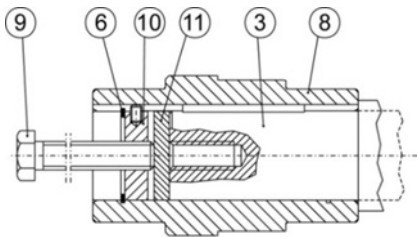
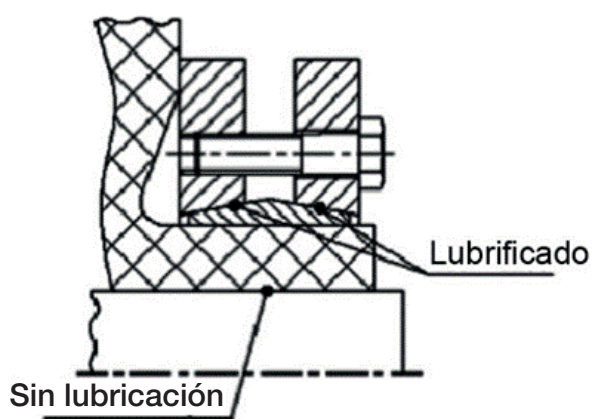

Figura 6 - Desmontaje del eje del cliente con o sin el tope de contacto
Figura 8 - Lubricación de las superficies cónicas
- Suelte los tornillos de trabamiento (3) solamente algunos cables de rosca. ¡No los suelte completamente!
- Retire completamente la grasa del orificio del eje hueco (2). ¡Éste debe estar TOTALMENTE libre de grasa!
- Retire completamente la grasa del eje del equipo (1) en el área de apriete del disco de contracción. ¡Éste debe estar TOTALMENTE libre de grasa!
- Los elementos sucios o usados, deben ser desmontados y limpiados antes de la instalación final. Durante el montaje del elemento, solamente las superficies cónicas y los tornillos deben ser lubricados (usar Molycote MoS2, ver figura 6).
- Empuje el disco de contracción sobre el eje hueco (2) hasta que el anillo externo del disco de contracción esté nivelado con el eje hueco (2).
- Introduzca el eje del equipo desengrasado (1) en el eje hueco (2) de modo que el área de la unión de contracción sea totalmente utilizada.
- Apriete ligeramente los tornillos de trabamiento (3) en secuencia, en sentido horario, con diversas vueltas, de modo que ambos anillos externos (5) sean fijados paralelamente entre sí. La cantidad de tornillos de trabamiento depende del tamaño del disco de contracción.
- Es importante verificar el posicionamiento correcto del eje de la máquina en el eje hueco del reductor, para que el eje de la máquina esté por completo insertado. Ver figura 8.